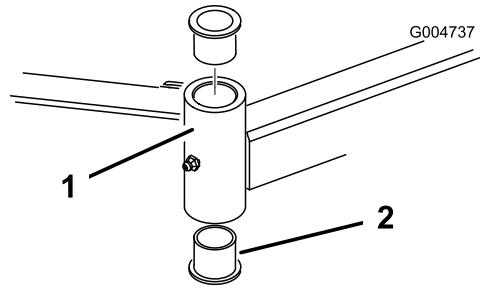

Figure 80
4. Insérez un chasse-goupille dans le haut ou le bas du tube de montage et chassez la bague hors du tube (Figure 80). Chassez ensuite l'autre bague. Nettoyez l'intérieur des tubes de montage.